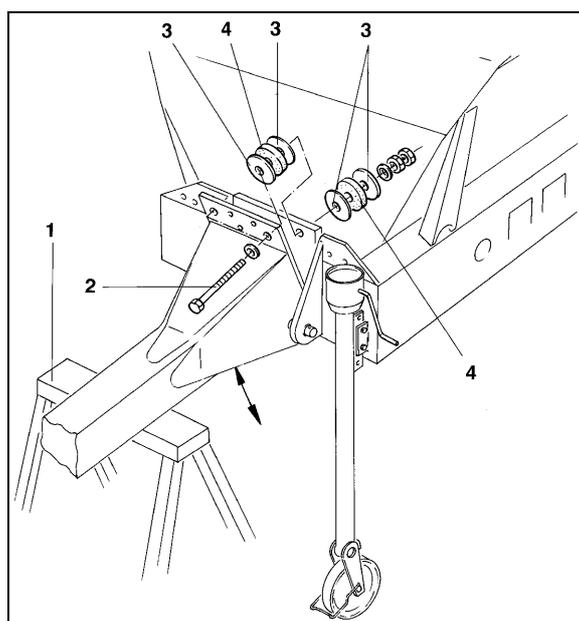

Рис. 32
2. Дышло обоприте на прочную опору (Рис. 32/1) и открутите оба крепежных болта (Рис. 32/2).
3. Посредством равномерной перестановки нивелировочных шайб (Рис. 32/3) можно производить регулировку дышла. Демпфирующие прокладки (Рис. 32/4) убирать не разрешается. Они амортизируют передаваемые от трактора на распределитель ударные колебания.